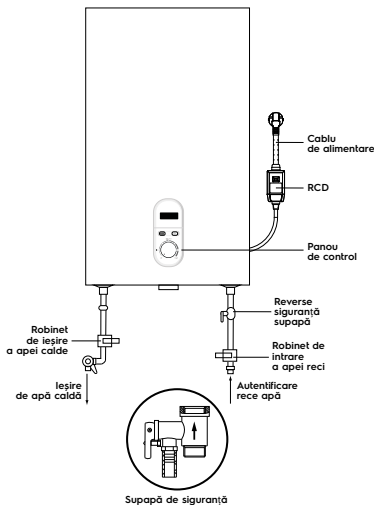

Fig. 1
- La intrarea de apă rece trebuie instalată o supapă de reținere de siguranță (a se vedea fig. 1).